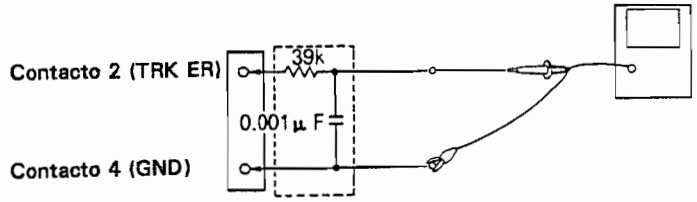

Figura 7-8
- Inserte el filtro de paso bajo de 4 kHz, y observe la forma de onda TRK ER (error de seguimiento) en el contacto 2 de TP1, sobre un osciloscopio apropiado (vea la figura 7-8).